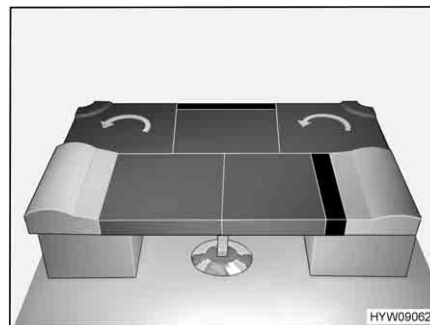

Fig. 71 Dopo la trasformazione
- Sistemare i cuscini del divano e dello schienale come illustrato nella Fig. 71.